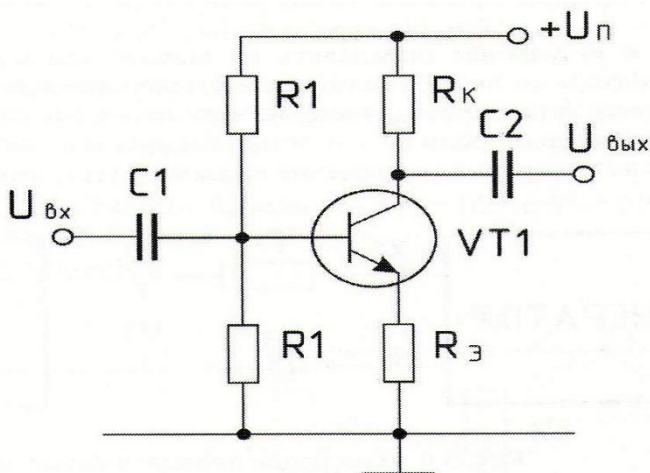

Рисунок 5.5 Каскад усиления переменного тока с ООС в цепи эмиттера
Схема усилительного каскада с ОЭ и с ООС по переменному току приведена на рис. 5.5. Расчет режима по постоянному току этой схемы аналогичен расчету для схемы с шунтирующим конденсатором в цепи эмиттера. В схеме рис. 5.5 нет шунтирующего резистор  $R_э$  конденсатора. Следовательно, на резисторе  $R_э$  появится переменное напряжение. Это напряжение пропорционально току эмиттера, а значит и току коллектора
Отсюда коэффициент усиления напряжения схемы с  $ООС$  по току (рис. 5.5) равен из (5.30)
Входное сопротивление схемы рис. 5.5 для переменного сигнала определяется параллельным соединением резисторов делителя  $R1$  и  $R2$  и входного сопротивления транзистора со стороны базы  $r_B$ .
1.1 Зарисуйте схемы усилителя с  $OOC$  по переменному току (см. рис. 5.5) и усилителя с шунтирующим конденсатором в цепи эмиттера (см. рис. 5.1).